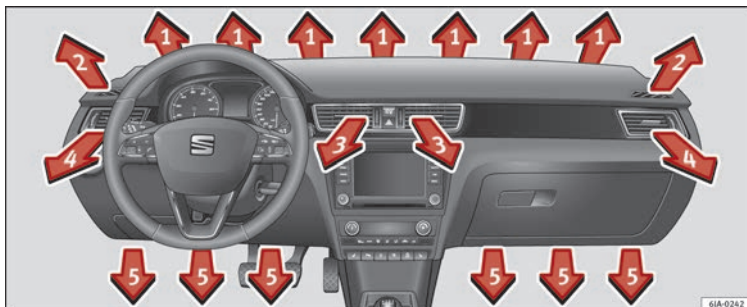

Abb. 169 Luftaustrittsdüsen.
- Zur Änderung der Höhe des Luftstroms schwenken Sie den Schieberegler nach oben oder unten. » Abb. 169.
Die Einstellung des Luftaustritts aus den Düsen erfolgt über den Regler **C** » Abb. 170. Die Luftaustrittsdüsen **3** » Abb. 169 und **4** können Sie einzeln schließen und öffnen.